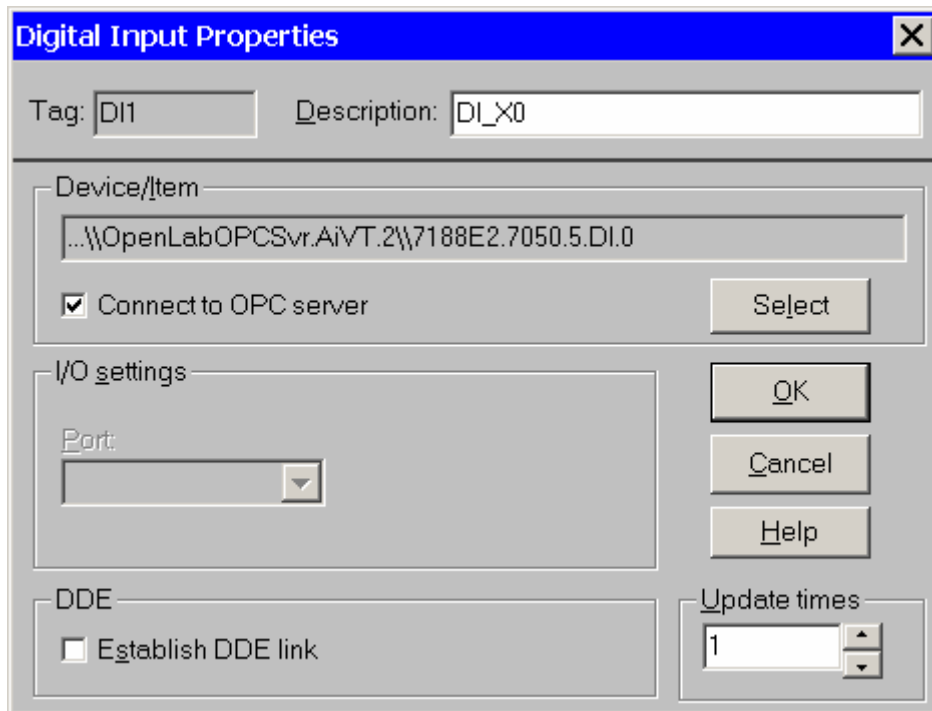

Рис. 5.18. Диалоговое окно конфигурирования блока дискретного ввода
7. *Седьмое действие.* Поместите в окно редактора задач блок дискретного ввода. Для этого на панели инструментов выберите кнопку с мнемоникой **DI** и перетащите ее в окно редактора задач. При этом в окне редактора задач появится блок аналогового вывода с позиционным обозначением **DI**. Произведите двойной щелчок левой кнопкой мыши над этим блоком и аналогичным образом настройте его в соответствии с рис. 5.18. В позиционном обозначении **DI\_X0** два последних символа являются обозначением тумблера — источника дискретного сигнала. На приведенном ранее рис. 5.3 приведены обозначения тегов в OPC-сервере, соответствующих имитаторам входных дискретных сигналов.